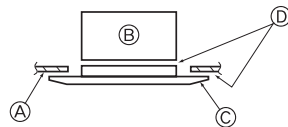

Fig. 5-7
5.3.3. Izgaranın sabitlemesi (Fig. 5-7)